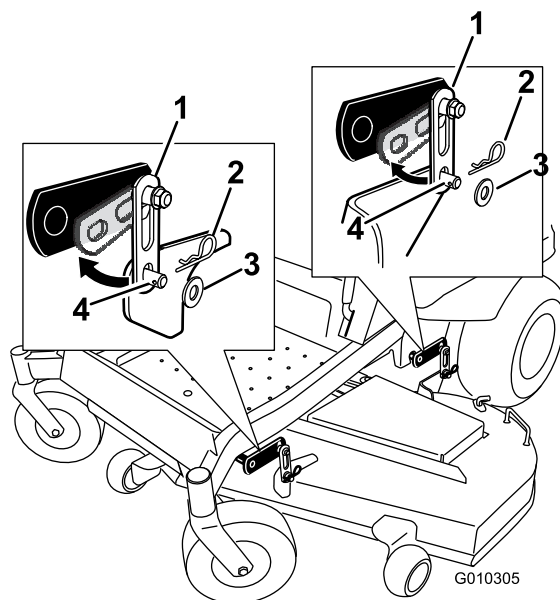

Figure 73
2. Enlevez les fixations des patte de fixation avant et arrière de chaque côté du tablier de coupe (Figure 73).
5. Soulevez l'arrière du tablier de coupe et fixez le support arrière du tablier aux pattes de fixation arrière. Fixez l'ensemble avec une rondelle et une goupille fendue (Figure 73).
6. Montez le support avant du tablier de coupe sur les pattes de fixation avant et fixez-les avec une rondelle et une goupille fendue (Figure 73).